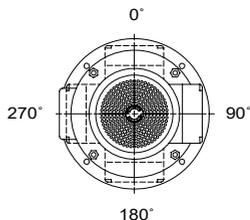

Рис. 11 Расположение клеммной коробки
2. Если насос оснащен воздушным клапаном, клапан следует открыть. См. рис. 11.